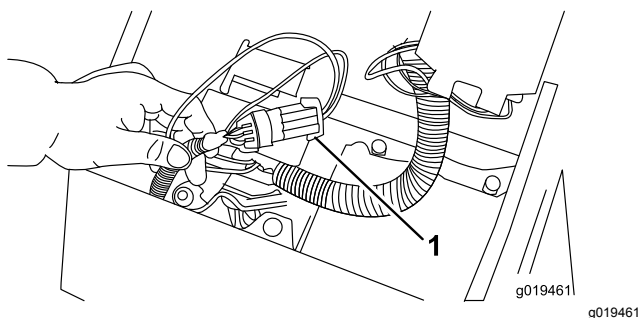

Рисунок 30
2. Откройте крышку панели управления. Найдите жгут проводов и шлейфовый разъем. Осторожно отсоедините шлейфовый разъем от разъема жгута проводов (**Рисунок 30**).